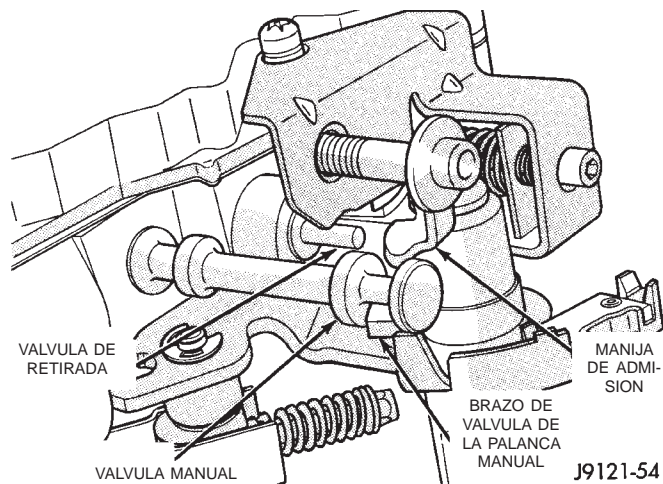

Fig. 71 Alineación de la válvula manual y la manija de admisión
(43) Inserte la manija de admisión en la acanalamura de la válvula manual (Fig. 71).